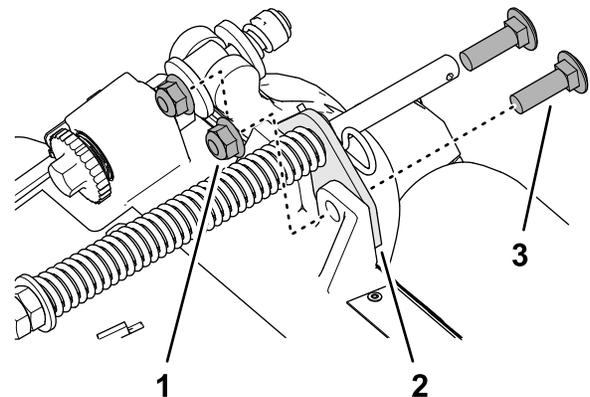

Figura 17
- Retire las 2 contratuercas con arandela prensada ($\frac{3}{8}$ ") y los 2 pernos de cuello cuadrado ($\frac{3}{8}$ " x $1\frac{1}{4}$ ") que sujetan el soporte del muelle de compensación al bastidor de la unidad de corte (Figura 17).